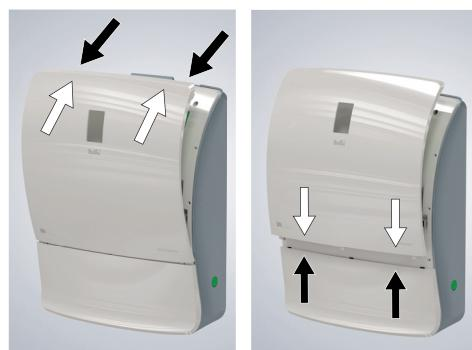

Рисунок 3
- Снимите переднюю панель прибора. (Прибор автоматически отключится). В местах углублений в верхней части корпуса потяните верхнюю часть панели горизонтально на себя, для освобождения от магнитного фиксатора и потом вверх, вынув из пазов в нижней части корпуса (рис. 3).